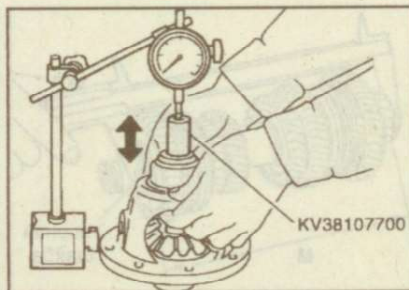

Рис. 9.124. Измерение люфта между полуосевой шестерней и коробкой дифференциала
Перемещая шестерню вверх и вниз, измерьте люфт между полуосевой шестерней и коробкой дифференциала (рис. 9.124).
6. Установите переходник и индикатор стрелочного типа на полуосевую шестерню. Перемещая шестерню вверх и вниз, измерьте люфт между полуосевой шестерней и коробкой дифференциала (см. рис. 9.124).